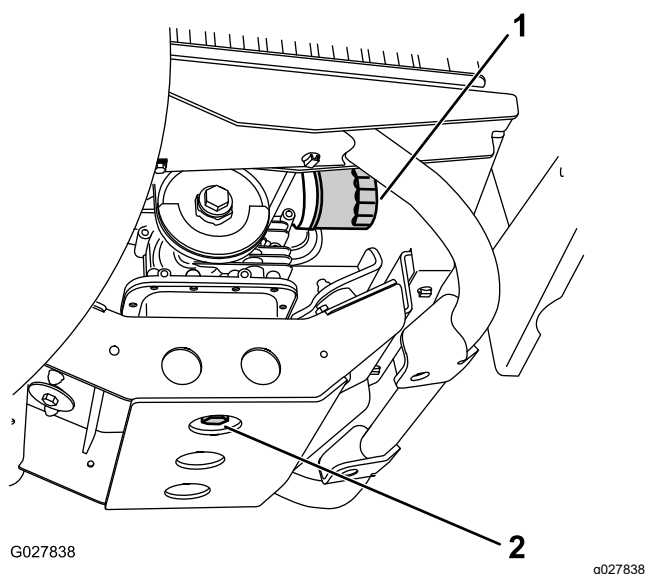

Figura 34
7. Collocate una bacinella di spurgo sotto il tappo di svuotamento (Figura 34).
8. Togliete il tappo di spurgo (Figura 34).
9. Inserite il tappo di spurgo e la guarnizione (Figura 34) e serrate il tappo a 45 - 53 N·m.
2. Togliete il vecchio filtro dell'olio (Figura 34).
4. Inserite il nuovo filtro sul relativo adattatore in modo che la guarnizione sia a contatto con la piastra di appoggio, quindi serrate il filtro di un ulteriore 1/2 o 3/4 di giro (Figura 34).